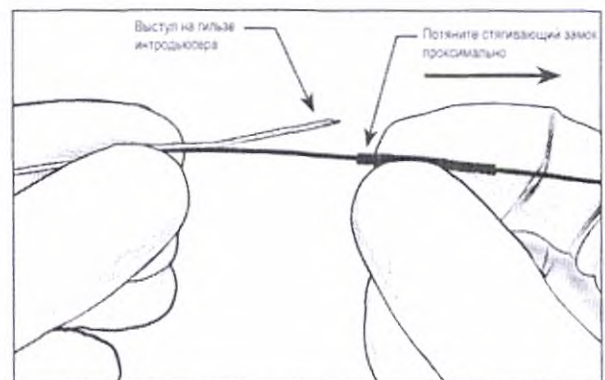

Рисунок 3 – Потяните стягивающий замок проксимально
15. Держите устройство дистально стягивающему замку и потяните стягивающий замок проксимально для получения доступа к выступу на гильзе интродьюсера. См. рисунок 3.